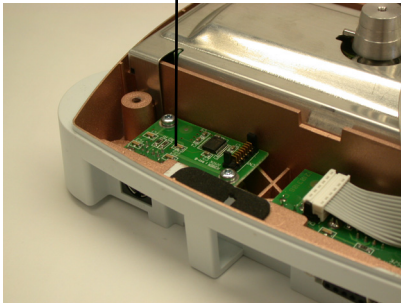

Abbildung 2C
7. Die zweite USB-Platine über den entsprechenden Ständern montieren, dann mit den zwei mitgelieferten Schrauben befestigen (siehe Abbildung 2C).